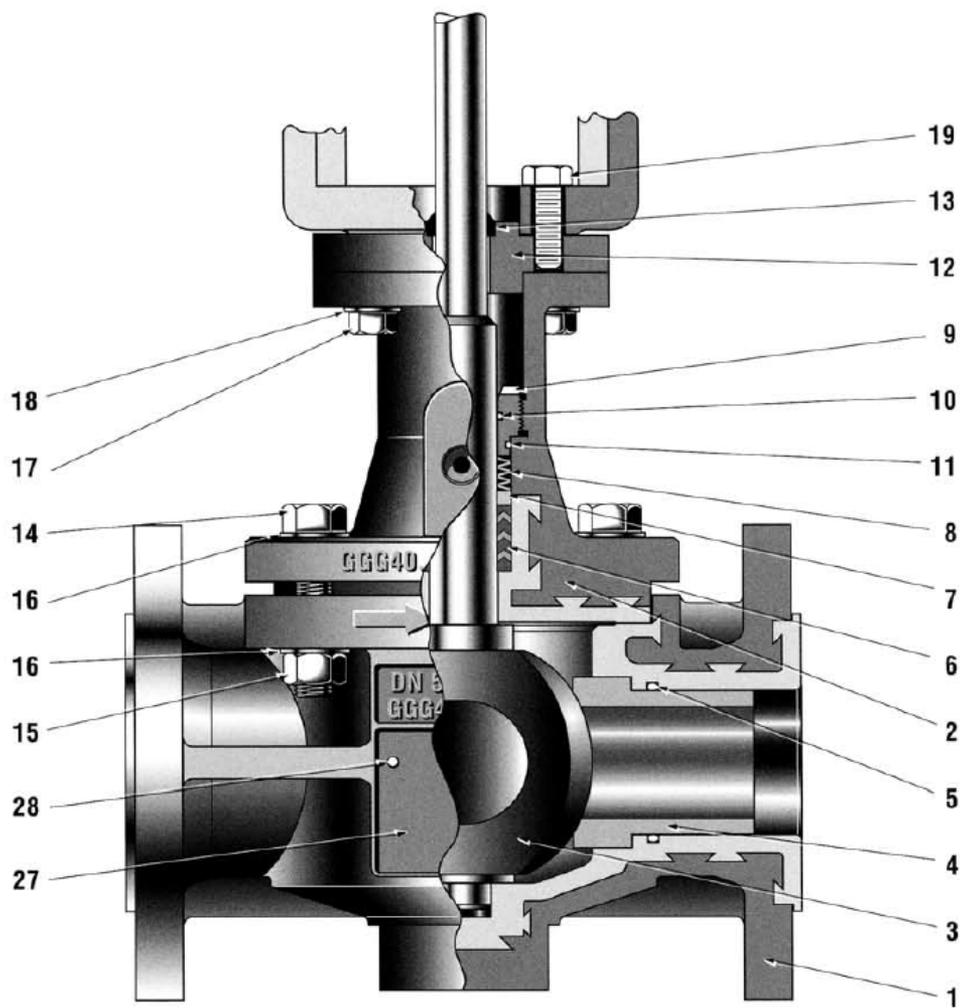

Abbildung 1
- Entfernen Sie die vordere und rückseitige Abdeckung (118 und 121) des Stellantriebs nach Lösen der Schrauben (119). Gegebenenfalls ist das Handrad (141) nach Entfernen des Sicherungsrings (138) und der Unterlegscheibe (139) herauszudrehen.
- Nehmen Sie den Stellungsanzeiger (154), die U-Klammer (122) und den Gabelkopfbolzen (124) ab und lösen Sie die Kopfschraube (137) am Ventilhebel.
- Lassen Sie den Druck aus dem Federgehäuse ab. Falls am Ventil kein Stellungsregler vorhanden ist, nehmen Sie die Schraube (127) und die Wellenabdeckung (126) ab.
- Entfernen Sie die Schrauben (19) des Antriebsjochs (Abbildung 1) und nehmen Sie die komplette Stellantriebseinheit und den Ventilhebel (135) ab.
3. Befestigen Sie das Joch mit Schrauben (19) am Ventilgehäuse (Abbildung 1).